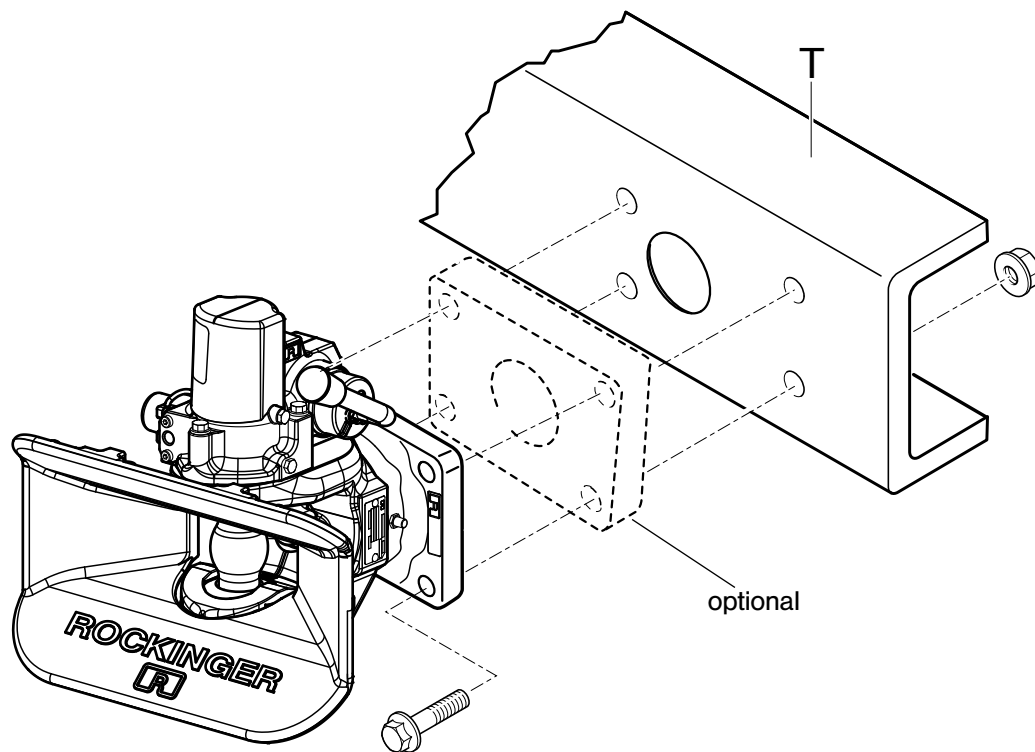

Abb. 1
- Zwischenplatte verwenden (s. Abb. 1, Bestell-Nr. 71053)
ACHTUNG: Schraubenköpfe müssen zur Kupplungskopfseite (Schlussquerträgeraußenseite) zeigen, um die Beweglichkeit der Kupplung nicht zu beeinträchtigen. Schraubenkopf- und Mutternauflage müssen eben, sauber und schmutzfrei sein (s. Abb. 1). Anziehdrehmoment der Schrauben am Befestigungslager